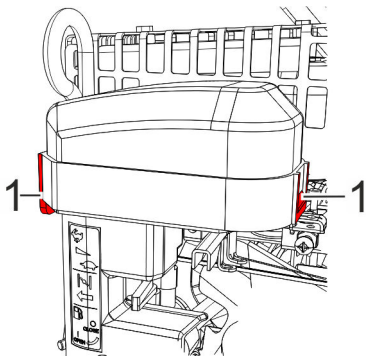

Abb. 55: Luftfilter reinigen
1. ▶ Beide Klemmen (Abb. 55/1) am Luftfiltergehäuse lösen.
5. ▶ Beide Klemmen (Abb. 55/1) am Luftfiltergehäuse einrasten.